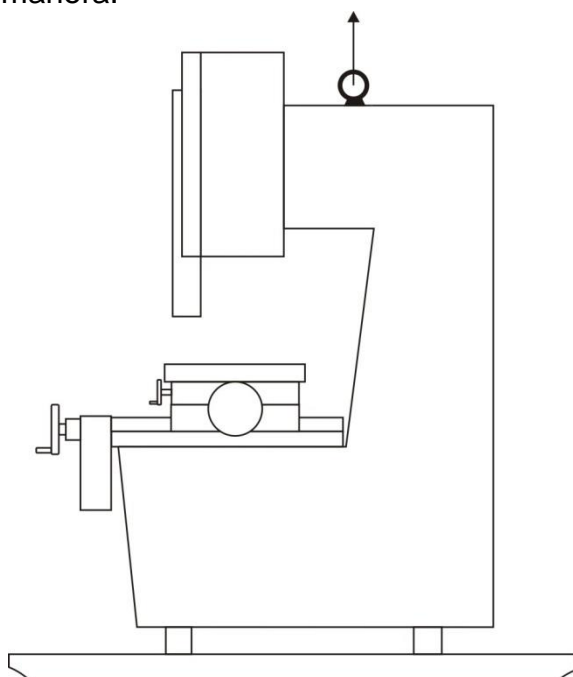

Fig. 8
3. La máquina es levantada por la grúa, sujeta al anillo en la parte superior - fig. 8 y el carrito se baja hacia abajo.
La máquina desembalada se mueve con una grúa. La máquina se cuelga en la cuerda de la grúa, sujeta al anillo, montado en la superficie superior del cuerpo de acuerdo a la fig. 8.